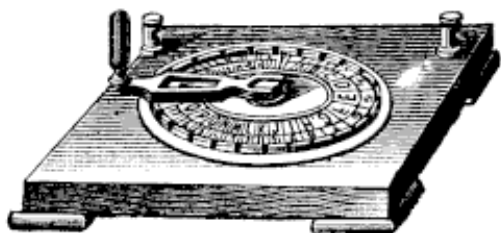

Fig. 237.
- 672. — **Modèle très soigné** tout en cuivre, mécanisme visible complet dans une boîte avec pile bouteille (fig. 237 et 238) . 40 fr.